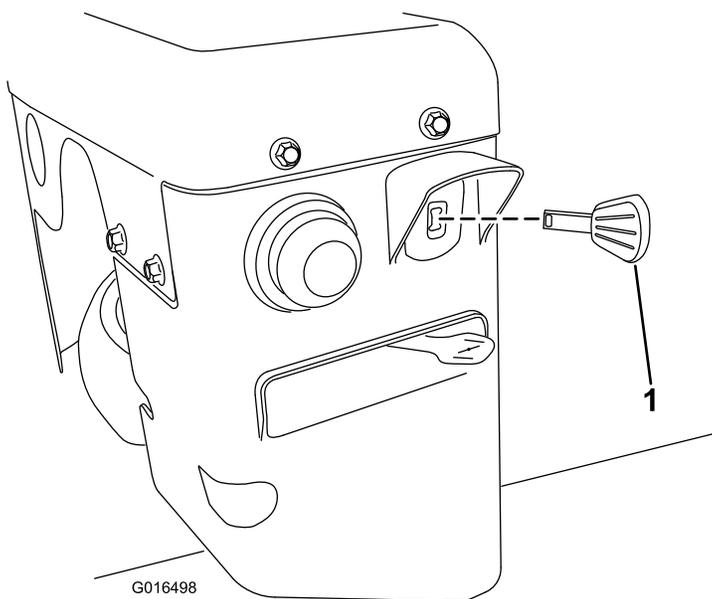

Figure 22
3. Insérez la clé de contact à fond dans le commutateur d'allumage (Figure 22).